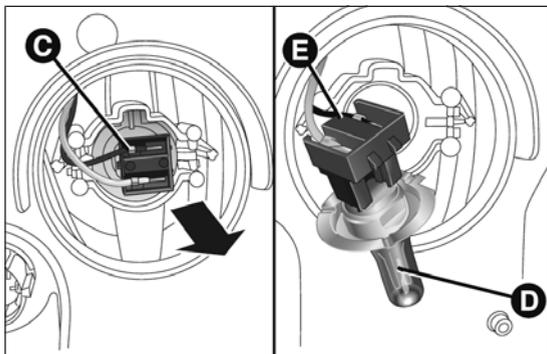

fig. 168
- retirer le groupe connecteur + douille C fig. 168 en le désolidarisant vers l'extérieur ;